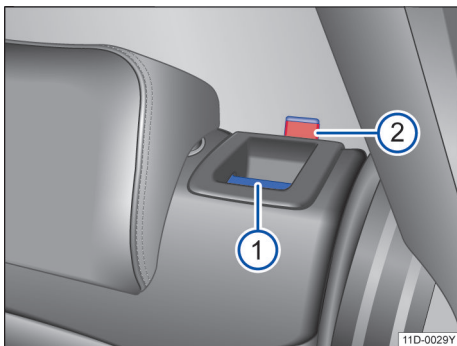

图 58 后排座椅靠背：分离按钮 ①；红色标记 ②
- 向前拉分离按钮→图 58 ①，同时前折靠背。
- 松开后排座椅靠背后应能看见按钮上的红色标记→图 58 ②。
- 靠背锁定后应看不见分离按钮上的红色标记→图 58 ②。